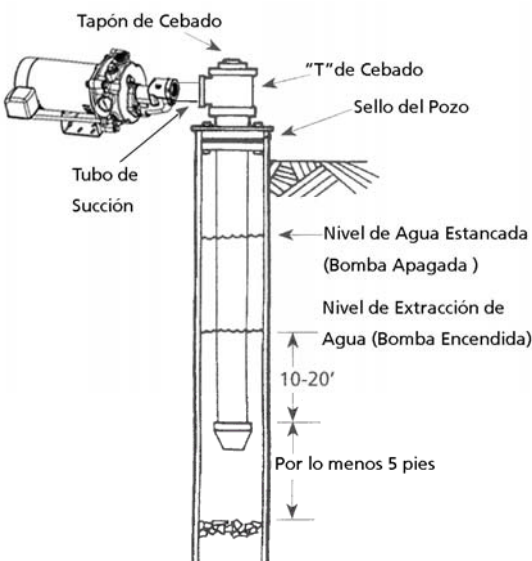

Figura 5 –Embalado/cavado Bien instalación
5. Cuando se usa una válvula de pie, un tee de preparación y tapa como mostrado en la Figura 5 son recomendados.